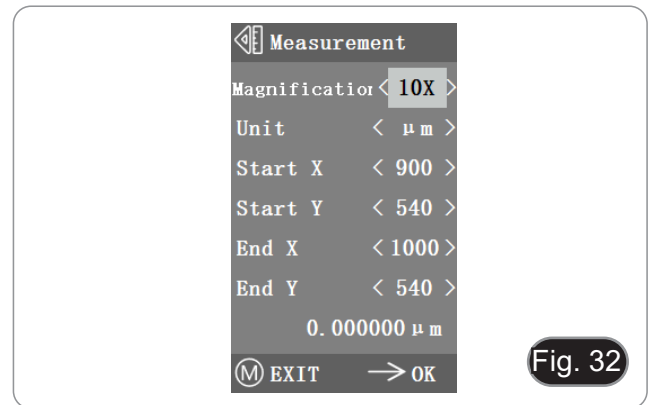

Fig. 32
3. Mover el punto inicial y final de la posición X e Y pulsando ← y →: la longitud de la medición se muestra en tiempo real. (Fig. 32)